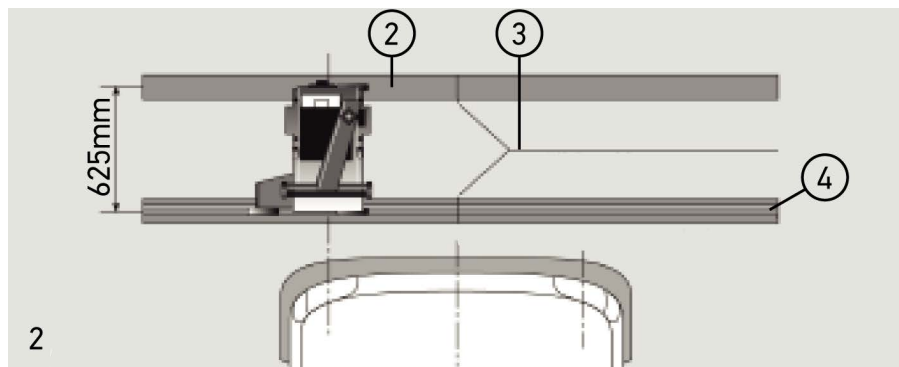

Abb. 2:
- Die Laufschiene werden paarweise 90° zur Fahrzeuglängsachse verlegt. An zusammenstoßenden Laufschiene seitliche Versetzungen vermeiden (Abb. 2).